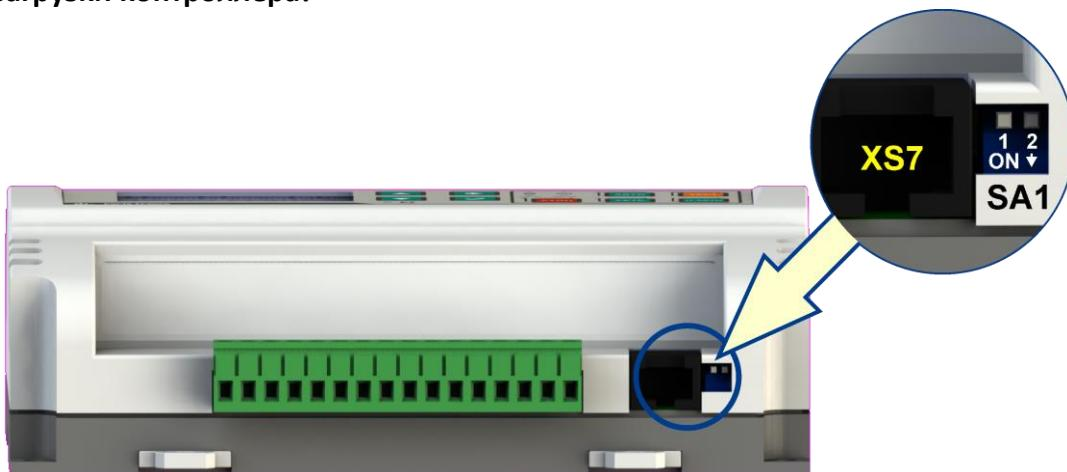

Рис. 5.24. Разъём XS7 и группа переключателей SA1 коммуникационного порта
SMS пароль используется в SMS командах (п. 5.11.2.1) для управления контроллером посредством GSM модема (п. 5.11.2), который может быть подключен к внешнему порту контроллера (разъем XS7, рис. 5.24). Для изменения пароля необходимо сначала ввести текущий пароль (рис. 5.20, а), используя кнопки [БОЛЬШЕ] или [МЕНЬШЕ], и подтвердить его нажатием кнопки [OK], а затем необходимо ввести новый пароль (рис. 5.20, б) и нажать кнопку [OK]. Начальный пароль по умолчанию - 0000.
Обмен данными контроллера с внешними устройствами осуществляется через коммуникационный интерфейс RS-485 (разъём XS7, рис. 5.24, табл. 6.4). Настройки коммуникационного порта определяются параметрами P100 - P103, а тип подключаемого устройства, протокол или сервис определяется параметром P104 в том случае, если переключатель SA1.2 (рис. 5.24, табл. 5.12) находится в верхнем положении (OFF). Если же переключатель SA1.2 находится в нижнем положении (ON), то настройки коммуникационного порта будут соответствовать параметрам по умолчанию, независимо от значений параметров P100 - P104 (табл. 5.10).